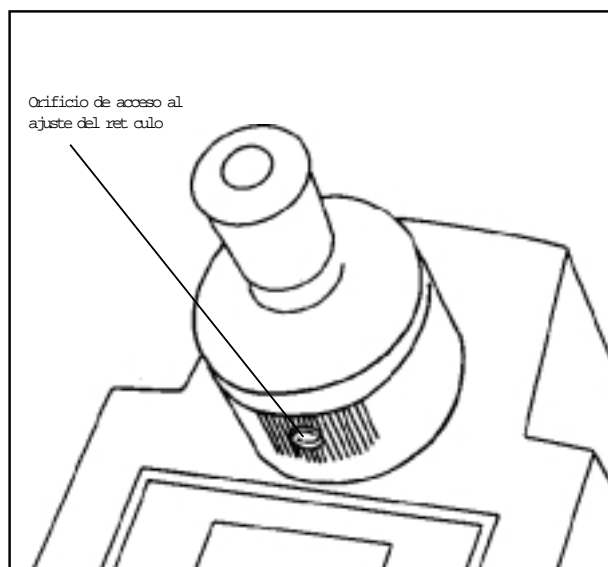

Figura 2
5. Inserte una llave de tuercas Allen de 1/16" en el orificio de acceso al ajuste de retículo (Figura 2) situado en la rueda de corrección de dispersión. Gire la llave de tuercas para hacer que el retículo quede en la posición correcta sobre la línea oscura.